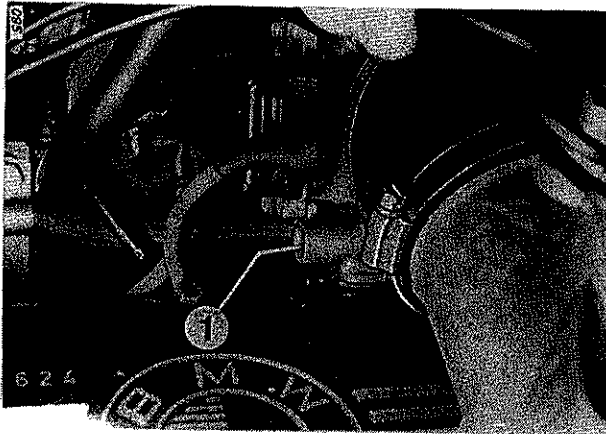

Bild 8
D.1 LEERLAUFKORREKTUR (Bild 8/9)